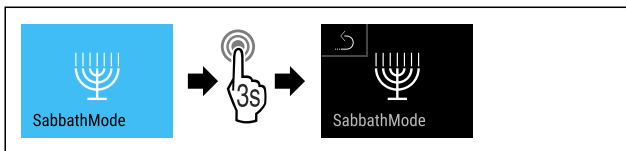

Fig. 13
- ▶ Провести етапи операцій (див. Fig. 13) .